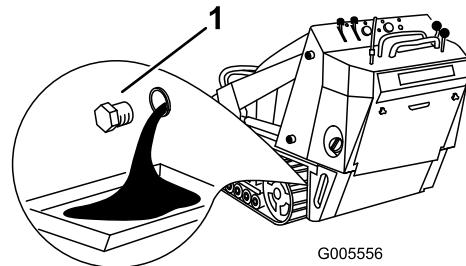

Figura 37
4. Retire el tapón de vaciado (Figura 37).